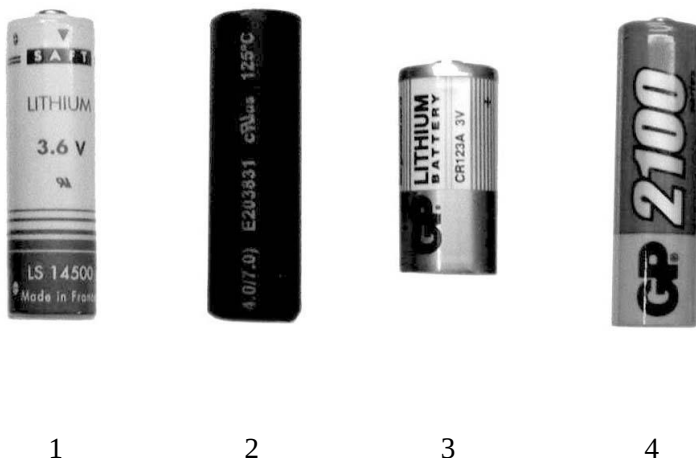

Рис.1
- 1) Один элемент питания LS 14500 напряжением 3,6В (рис.1, поз.1). Применяется при замерах с температурой до 100° С.
- 2) Один элемент питания ER 14505S напряжением 3,6В (рис.1, поз.2).
- 3) Один элемент питания CR123A (DL123A, K123LA) напряжением 3 или 3,6В (рис.1, поз.3). Может применяться при проведении замеров с температурой до 100 °С продолжительностью не более 12 часов.
- 4) Два аккумулятора GP210AАНС напряжением 1,2В (рис.1, поз.4). Применяются при замерах с температурой до +85 °С.